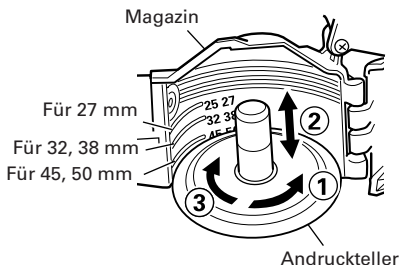

Abb. 3
Zur Einstellung den Nagelhalter ① um etwa 90° gegen den Uhrzeigersinn drehen. Den Nagelhalter ② nach oben und unten bewegen, auf die Länge der zu verwendenden Nägel einstellen, und die Oberfläche des Nagelhalters auf die markierte Position des Magazins einstellen. Den Nagelhalter ③ im Uhrzeigersinn (etwa 90°) drehen, bis er hörbar einrastet. (**Abb. 3**)